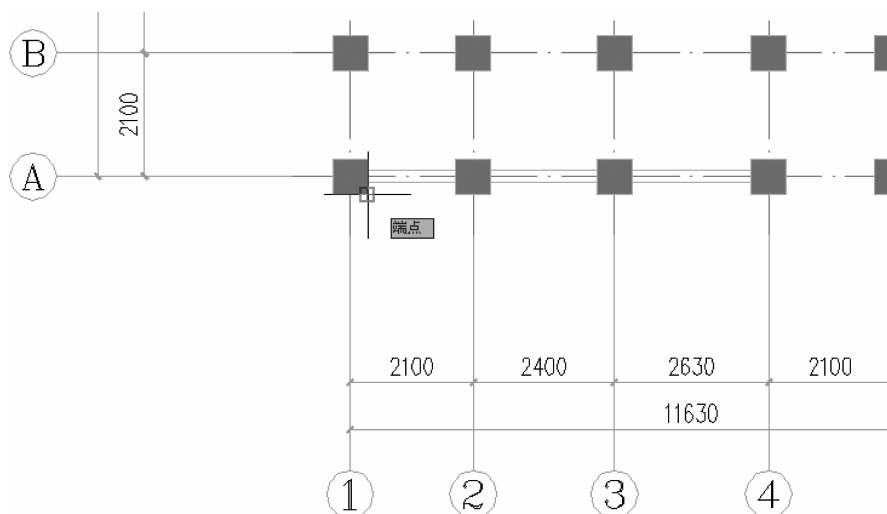

图 3-17 选择 A 轴和 1 轴的柱子最外边线
(3) 按 F3 键，打开“对象捕捉”功能，单击选择 A 轴和 1 轴的柱子最外边线，如图 3-17 所示。此时命令行提示如下：